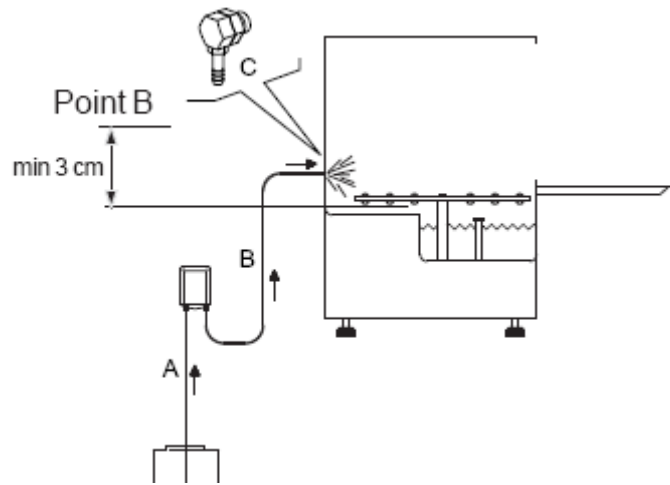

Fig 3.7
c) Sluit de doseerpomp verder aan zoals getoond in het voorbeeld hiernaast. Fig3.7.